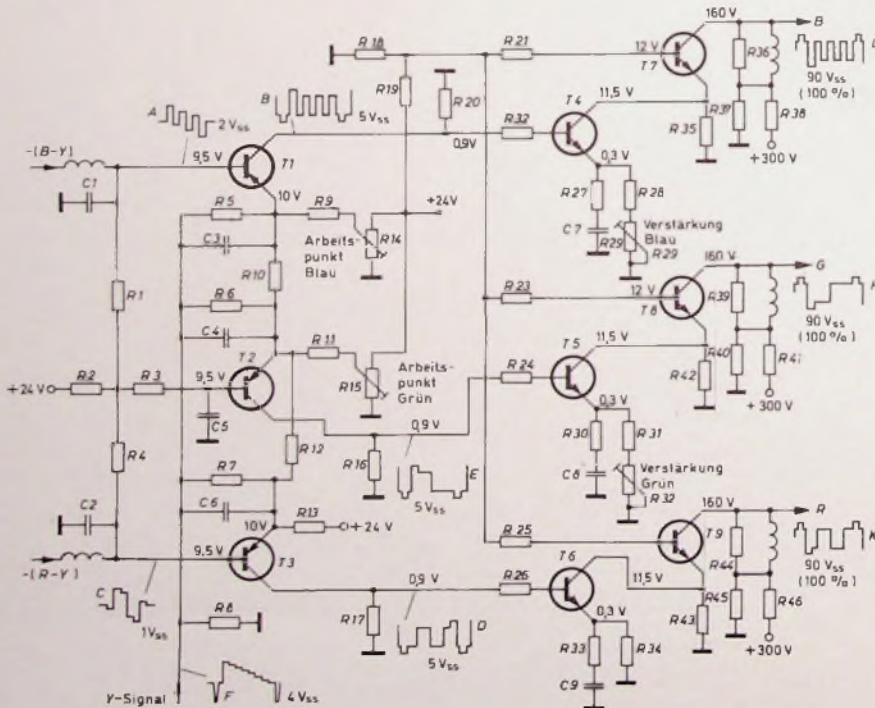

Bild 10. Matrix- und Endstufenschaltung der RGB-Konzeption
signale liefern, wie sie die Oszillogramme L, H und K im Bild 10 zeigen. Bei negativen Ansteuersignalen liegen die Synchronimpulse sowie der Schwarzpegel stets in positiver Signalrichtung, während der Weißwert in negativer Richtung liegt. Wird dagegen der Wehneltzylinder angesteuert, so müssen die Ausgangssignale positive Polarität haben, der Weißwert muß dann also im Oszillogramm oben liegen. Meistens wird jedoch die Katodenansteuerung bevorzugt, da man hierbei mit erheblich kleineren Signalamplituden auskommt (bis zu 100 V_{ss}), um die Farbbildröhre voll auszusteuern.
An der Basis des Matrixtransistors T1 im Bild 10 steht das negative (B-Y)-Signal mit einer Amplitude von etwa 2 V_{ss}, während an der Basis des Matrixtransistors T3 das negative (R-Y)-Signal mit einer Amplitude von etwa 1 V_{ss} steht. Das Amplitudenverhältnis (R-Y) : (B-Y) hat somit einen Wert von etwa 2:1. Den Emittern von T1 und T3 wird dagegen das Y-Signal (Oszillogramm F) mit einer Amplitude von etwa 4 V_{ss} zugeführt. Das Y-Signal gelangt ferner auch zum Matrixtransistor T2, der das G-Signal erzeugt. Hierzu werden über den Widerstand R10 etwa 19% des -(B-Y)-Signals und über den Widerstand R12 etwa 51% des -(R-Y)-Signals dem Emittor von
zwischen Schwarz- und Weißwert genau 4 cm der Rasterfläche beträgt. Dieser Wert gilt dann als 100%. Die Farbbalkensprünge sind dann jeweils 3 cm hoch; das gilt für alle Farbsignale. Will man die Verstärkungsfaktoren der drei Endstufen aufeinander abstimmen, so mißt man zunächst das Rot-Signal (R) und dann erst Blau und Grün, wobei sich Unterschiede mit den Verstärkungseinstellern für Blau und Grün, also mit R 29 und R 32 im Bild 10, auf einfache Weise ausgleichen lassen.
In der Praxis treten gelegentlich Fälle auf, bei denen das Normfarbbalkentestbild einwandfrei wiedergegeben wird. Erst die Frequenzstreifen 1, 2 und 3 MHz eines Schwarz-Weiß-Testbildes zeigen einen deutlichen Gelbstich, der besonders stark im 1-MHz-Streifen auftritt. Da dieser Fehler auf unterschiedliche Amplituden der RGB-Signale zurückzuführen ist, läßt sich die Fehlerursache nur mit dem Oszillografen einfach und sicher feststellen. Derartige Fehler entstehen beispielsweise bei einer Unterbrechung des Kondensators C3 (Bild 10). Da jetzt das Y-Signal nicht mehr voll zum Blau-Transistor T1 gelangt, ist das Amplitudenverhältnis der drei Signale gestört.